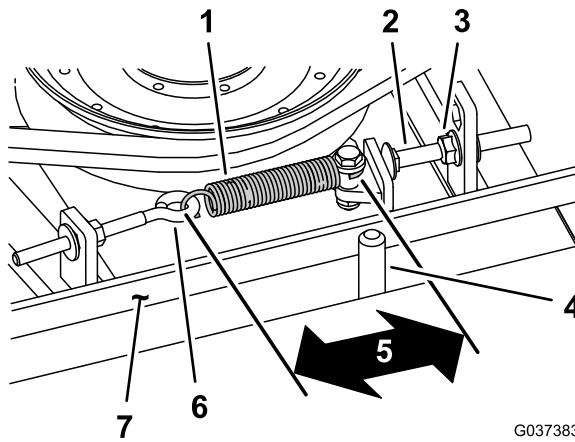

Figura 114
Quando la tensione è corretta, la misura interna della molla di prolunga (da gancio a gancio) deve essere circa 8,3–9,5 cm. Quando la tensione della molla è giusta, regolate il bullone di arresto (bullone a testa tonda) fino ad ottenere un gioco di 2–5 mm tra la testa del bullone ed il braccio di rinvio (Figura 114).
**Nota:** Verificate che la cinghia si trovi dal lato molla del guidacinghia (Figura 114).
2. Allentate il bullone ad occhio (Figura 114).
3. Allentate il dado flangiato che fissa il bullone di arresto all'aletta di montaggio e spostate la puleggia tendicinghia via dalla cinghia (Figura 114).
9. Collegate la molla di prolunga (Figura 114) al bullone ad occhio e tendete la cinghia come segue: